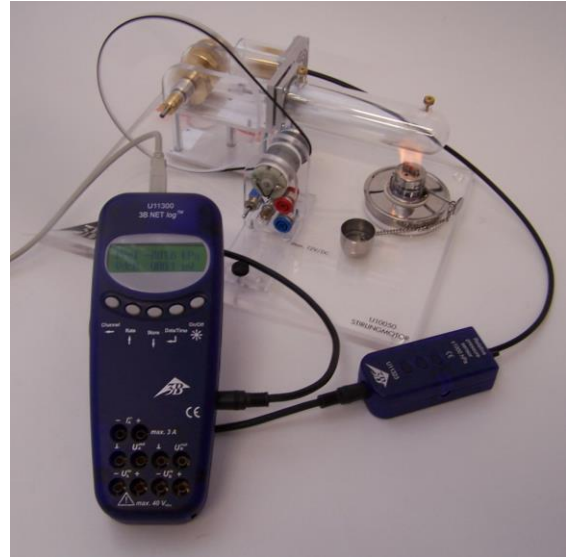

Fig. 1 Struttura dell’esperimento per la registrazione dei valori della pressione di esercizio nel motore Stirling rotante 1002594
- Struttura di prova come da fig. 1.